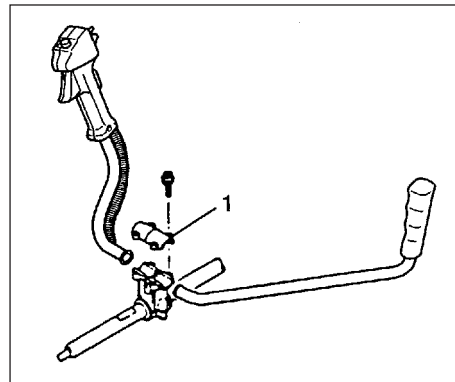

Fig.1-3
#### Installation af håndtag (Fig. 1-3, 3B)
Fjern håndtagets beslag (1) fra enheden. (Fig. 1-3)